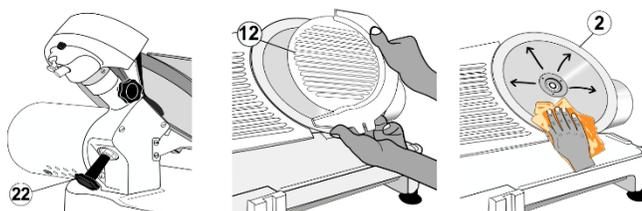

FIG 9. LIMPIEZA DE LA CUCHILLA
**C. DISCO-CUCHILLA (Ver Fig. 9).**
- 1.- Afloje la perilla para el disco-cuchilla (22) que se encuentra en la parte posterior del equipo.
- 2.- Usando ambas manos, retire el plato protector de cuchilla (12) levantándolo de su posición.
- 3.- Con mucho cuidado, limpie el disco-cuchilla (2) de adentro hacia afuera. Humedezca, limpie y seque las veces que sea necesario.